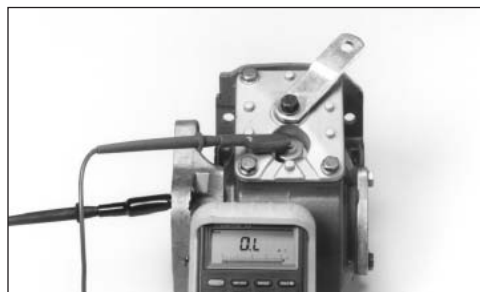

Fig. 23
2. Com a outra sonda, faça contato com a tampa ou caixa do deslocador (Fig. 23).